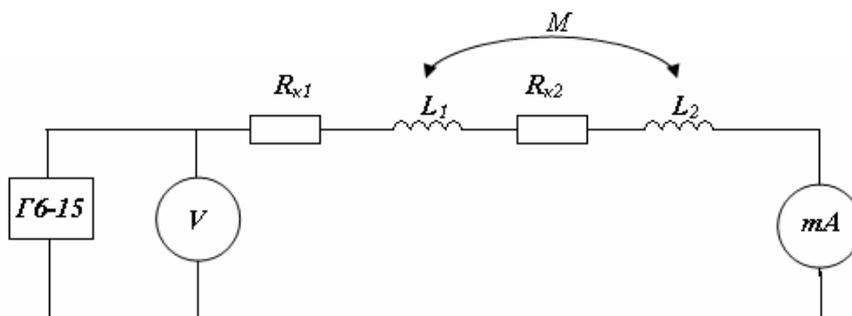

Рис. 6
3. Собрать цепь по схеме, приведенной на рис. 6. Подключить ее к генератору. Записать показания приборов для случая согласного и встречного включения катушек. Данные измерений занести в таблицу 2.